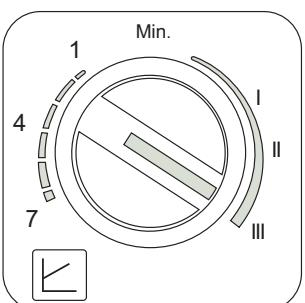

fig. 18
- Waarde Vaste snelheid (fig. 18)